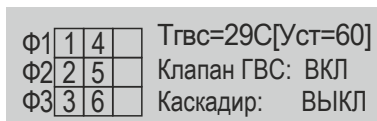

Рисунок 7 Окно состояния.
4.7.4 Пример окна состояния приведен на рис. 7.